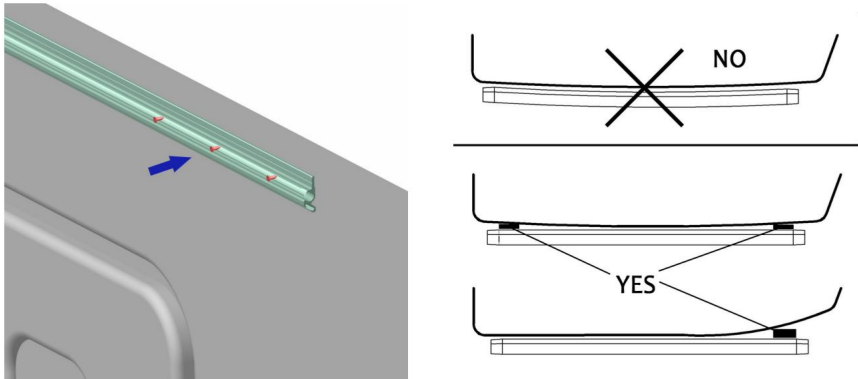

Figura D4 Figura D5 3.2 Tome los brazos plegables de presión
3.1 Saque el riel de tela y fíjelo en el exterior de la carrocería del vehículo con los tornillos B (Figura D4). El riel de tela debe instalarse horizontalmente y, de no ser así, debe nivelarse (se debe proporcionar el bloque amortiguador) (Figura D5).